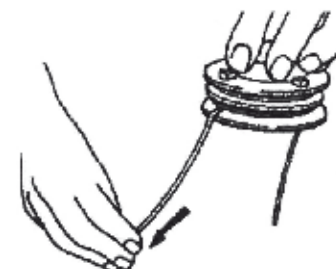

FIG. 4
5. Bloquee cada extremo del hilo en la ranura de sujeción opuesta. (Fig. 4).